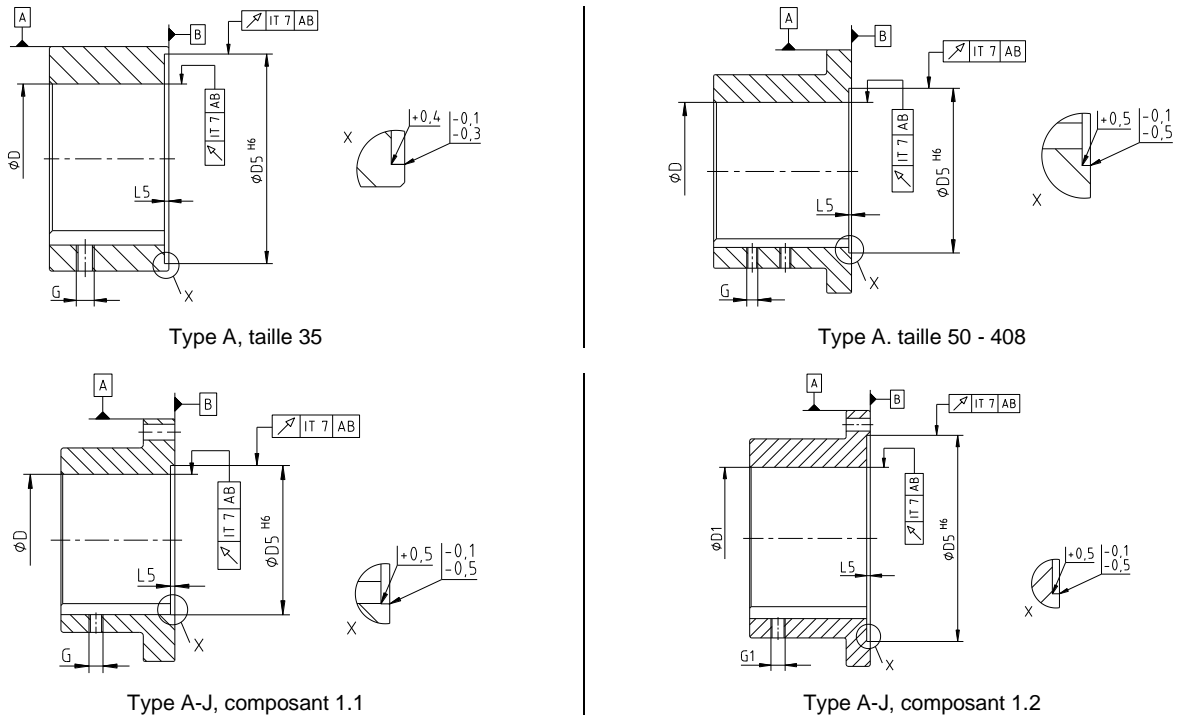

Fig. 6 : Concentricité et perpendicularité
- Si le client réalise l'alésage du moyeu, il faut qu'il respecte précisément concentricité et perpendicularité (fig. 6).
Aucun centrage n'est prévu pour les moyeux préalésés ou non alésés. Opérer selon la fig. 6. Pour les cotes se reporter au tableau 1 et 2 pour les cotes.